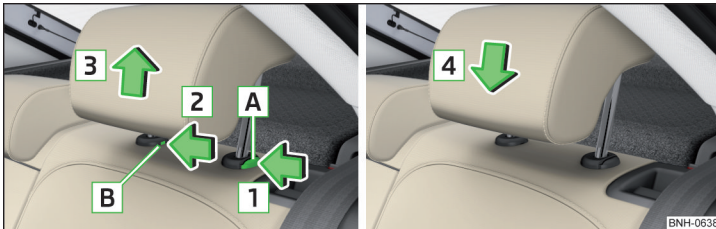

Abb. 59 Kopfstütze hinten herausnehmen/einsetzen
- Zum **Herausnehmen** die Sicherungstaste **A** in Pfeilrichtung **1** halten, gleichzeitig mit einem Schlitzschraubendreher (mit einer Breite von max. 5 mm) die Sicherungstaste in der Öffnung **B** in Pfeilrichtung **2** drücken und die Stütze in Pfeilrichtung **3** herausnehmen » Abb. 59.